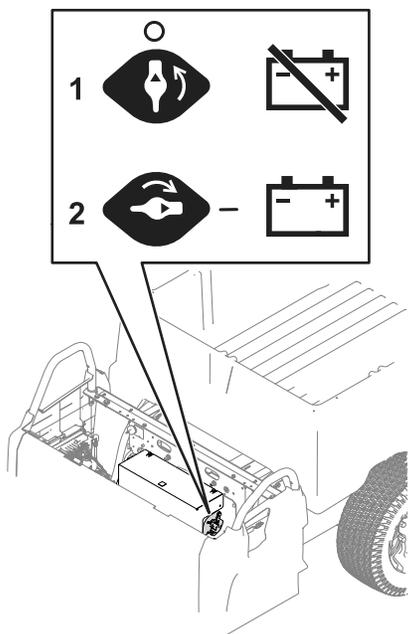

図 44
3. 図 44 のように、バッテリー遮断スイッチを希望位置にセットする。